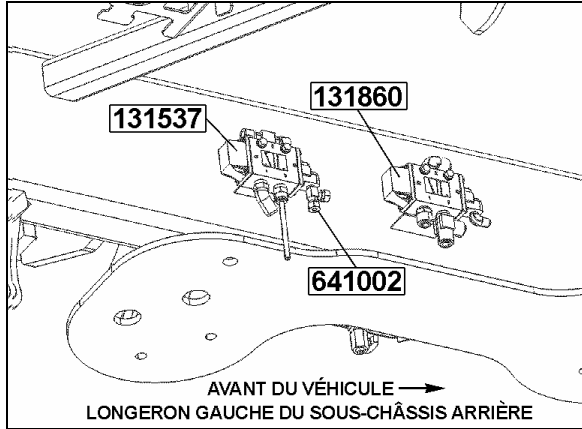

FIGURE 1
La valve 131860 doit être installée à l'envers pour que l'orientation des raccords soit adéquate (Fig. 1).
5. La valve 131537 (Voir fig. 1) est déjà installée sur le véhicule, remplacer le raccord où la canalisation (déjà existante) est connectée par un raccord en «T» (641002).
ÉLÉMENT	DESTINATION OU DESCRIPTION (SELON LA FIGURE 1)